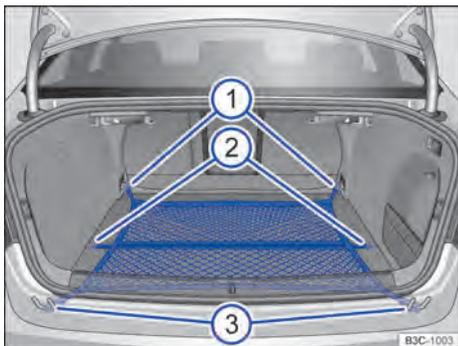
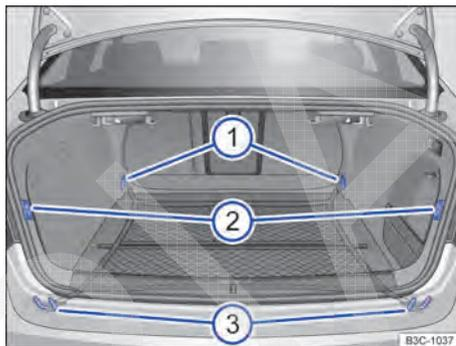

Fig. 110 No compartimento de bagagem: rede para bagagem presa de forma plana.
Fig. 111 No compartimento de bagagem: olhais ① e ③, bem como suporte ② para prender a rede para bagagem.
- Prender os ganchos ⇒ Fig. 110 ① da rede para bagagem nos olhais de amarração no encosto do banco traseiro ⇒ Fig. 111 ① ⇒ ▲. O zíper da rede para bagagem deve estar voltado para cima.
- Prender os ganchos ⇒ Fig. 110 ③ nos olhais de amarração ⇒ Fig. 111 ③ no canto do compartimento de bagagem.
- Prender os ganchos curtos ⇒ Fig. 110 ② da rede para bagagem nos suportes ⇒ Fig. 111 ② ⇒ ▲. O zíper da rede para bagagem deve estar voltado para cima.
- Prender os ganchos ⇒ Fig. 110 ① e ③ nos olhais de amarração ⇒ Fig. 111 ③.